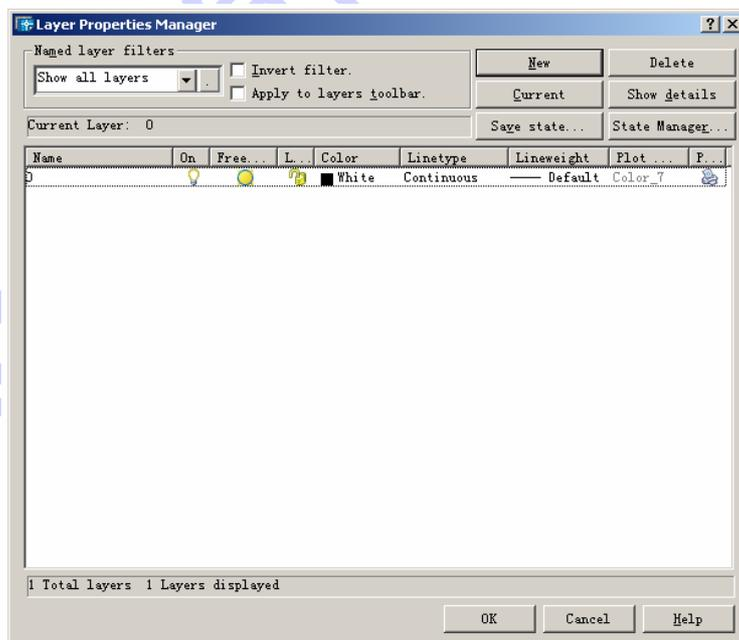

图 7-13 Layer Properties Manager 对话框
用上述方法中的任一种输入命令后，弹出如图 7-13 所示的 Layer Properties Manager(图层属性管理)对话框。该对话框中各选项的含义分别如下述。
(2) 。图层。用户可以通过单击该图标来创建新的图层。具体的操作过程是：单击右图所示的 Layer 图标  后，AutoCAD 将弹出如图 7-13 所示的 Layer Properties Manager 对话框，用户可以利用该对话框进行有关图层创建的操作。具体的操作过程与前面介绍的相同。